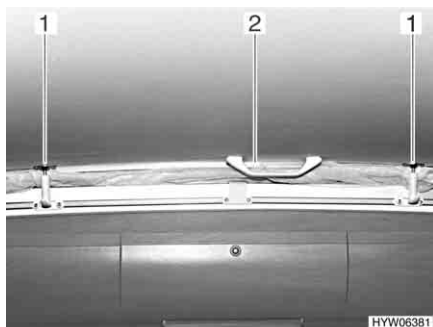

Fig. 40 Tetto sollevabile, chiuso
- Estrarre tutti i tenditori (Fig. 40,1) dal supporto, tirandoli verso il basso.
- Premere il tetto sollevabile verso l'alto mediante le maniglie (Fig. 40,2).
- Premere il tetto sollevabile verso il basso mediante le maniglie (Fig. 40,2).
- Tirare tutti i tenditori (Fig. 40,1) verso il basso e arrestarli.